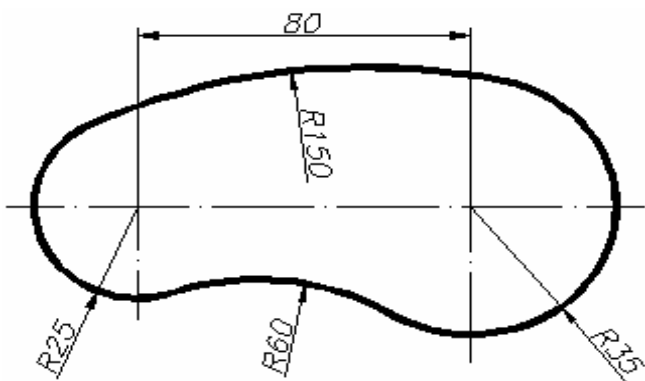

Рис. 2.20
**Задание 4 (самостоятельное):** Создать замкнутый плоский контур согласно размерам рис. 2.20 с помощью команды **Полилиния (Pline)** шириной линии 1.3, согласно рекомендациям: